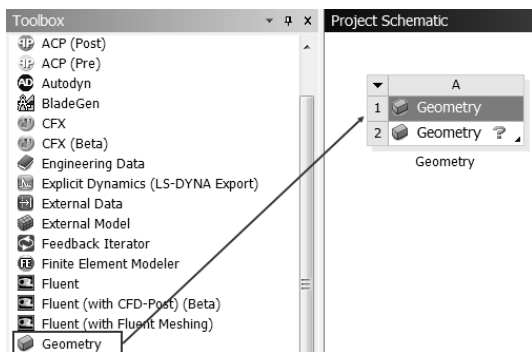

图 9-50 创建分析项目 A
Step2 :双击主界面 Toolbox (工具箱)中的 Component Systems Geometry (几何)命令,即可在 Project Schematic (项目管理区)创建分析项目 A,如图 9-50 所示。